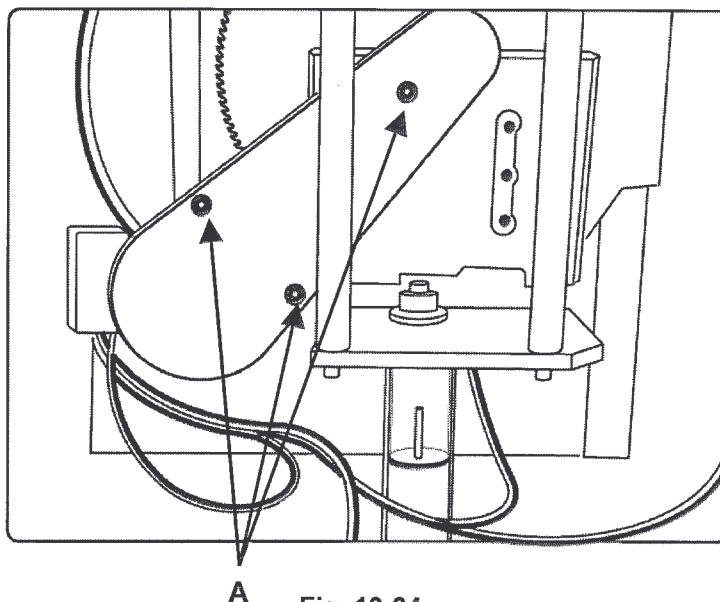
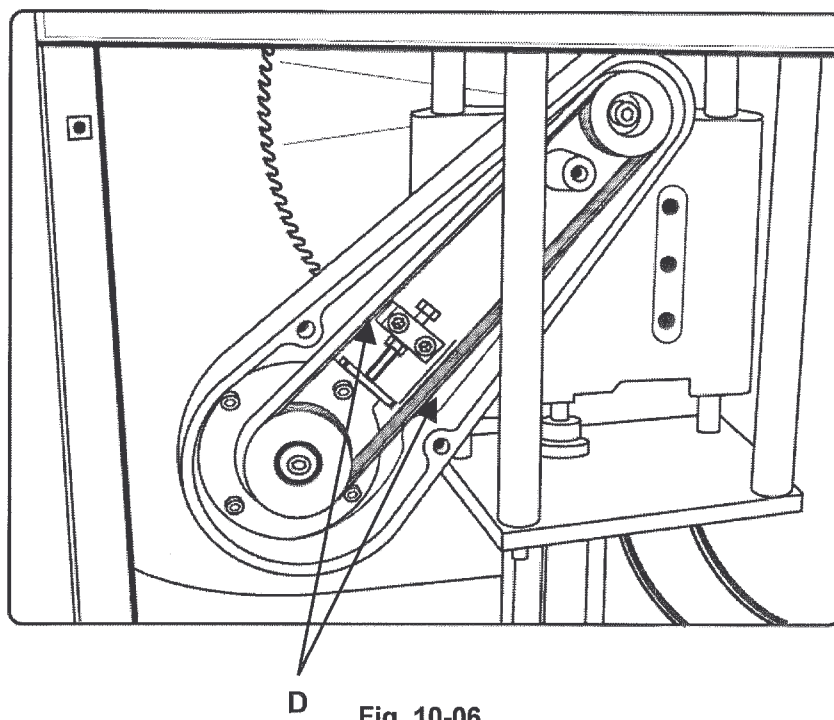

Fig. 10-04
Fig. 10-06
- 1) Togliere il carter di protezione della cinghia sfilando le tre viti “A” (Fig. 10-04).
Stringere le 4 viti “B” di fissaggio motore (Fig. 10-04)
Controllare lo stato di tensione della nuova cinghia (premendo con l’indice e il pollice nel punto “D” - Fig. 10-06 la cinghia deve subire una “LEGGERA” flessione), quindi rimontare il carter di protezione della cinghia (Fig. 10-04).